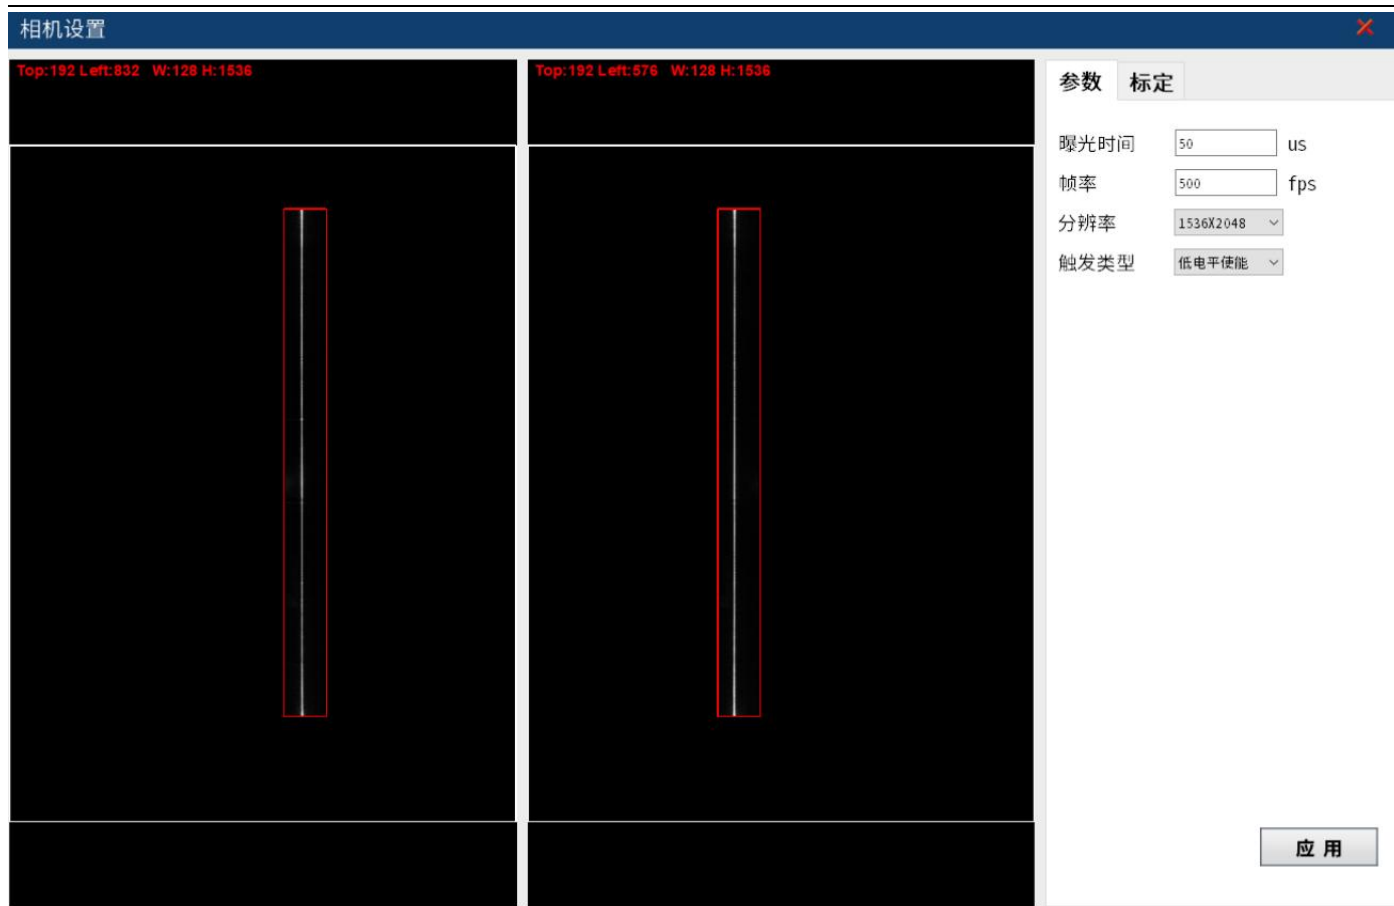

图 9 参数界面
4、点击“相机”进入“参数”界面，设定触发类型为“连续”，划定合适的 ROI，设置合适的曝光时间和帧率，点击“应用”或回车生效后再将触发类型改为“低电平使能”。如图 9。